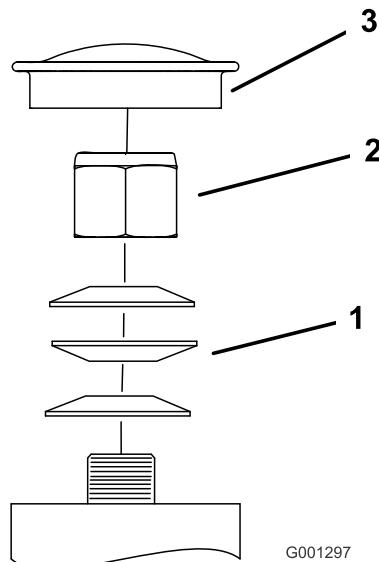

Рисунок 59
3. Снимите пылезащитную крышку с поворотного колеса и затяните контргайку (Рисунок 59).
4. Затягивайте контргайку до тех пор, пока пружинные шайбы не станут плоскими, и затем отверните на 1/4 оборота, чтобы правильно установить предварительную нагрузку на подшипниках (Рисунок 59).
Внимание: Убедитесь, что пружинные шайбы установлены правильно, как показано на Рисунок 59.
5. Установите пылезащитную крышку (Рисунок 59).